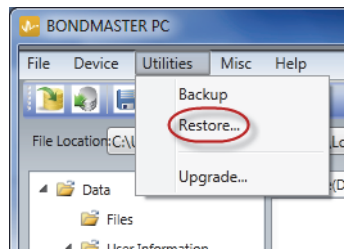

Figura 7-28 Il comando Restore
2. Nel menu **Utilities** del software BondMaster PC, selezionare **Restore** (ripristina) [vedere Figura 7-28 a pagina 228].